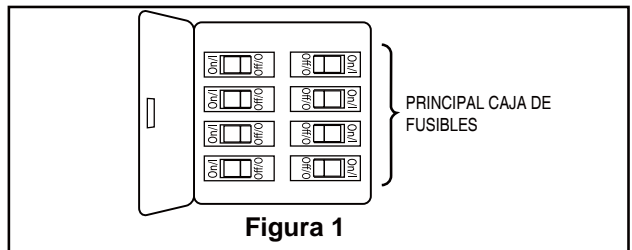

Figura 1
Su nuevo ventilador de techo requiere una línea de suministro eléctrico con conexión a tierra de 120 voltios de CA, 60 Hz, circuito de 15 amperios. La caja de distribución eléctrica debe estar bien asegurada y debe ser capaz de soportar una carga de, al menos, 22,7 kg (50 lb). La Figura 1 muestra diversas configuraciones estructurales que podrían utilizarse para montar la caja de distribución eléctrica.
1. Extraiga la pieza de la bola colgante de la unidad de la bola colgante / varilla aflojando el tornillo de presión de la bola colgante hasta que la bola se libere de la varilla. Retire el pasador del barral y luego extraiga la semiesfera. Conserve el pasador y la semiesfera para su reinstalación en el Paso 5 (Figura 1).
Para evitar una posible descarga eléctrica, asegúrese de cortar la alimentación eléctrica de la caja de fusibles principal antes de colgar el ventilador. (Figura 1)
1. Retire uno de los dos tornillos de reborde de la abrazadera para colgar. Afloje el segundo tornillo de reborde sin retirarlo del todo. Ensamble la base girando el chavetero de la base sobre el tornillo de reborde de la abrazadera para colgar. Ajuste el tornillo de reborde. Ensamble por completo el segundo tornillo de reborde que antes había retirado y ajústelo. (Figura. 1)
1. Coloque el aspa en el ensamble del motor. Asegúrese de que el aspa esté completamente asentado sobre el volante del ensamble del motor. Apriete los tornillos con el aspa al volante del ensamble del motor. (Figura 1)
1. Restaure la fuente de alimentación de la toma de corriente enciendi la electricidad del fusible principal. (Figura 1)